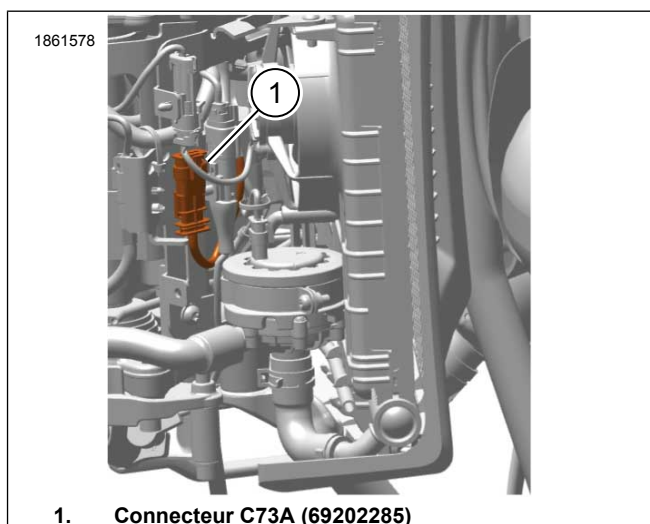

Figure 2. Connecteur [C7A]
- a. Voir la figure 2. Placer le connecteur C73A (1) sous le véhicule, près de la pompe de liquide de refroidissement.